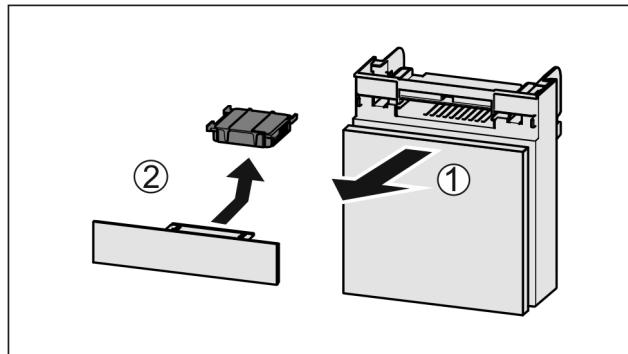

Fig. 114
- Издърпайте Fig. 114 (1) напред отделението.
- Извадете Fig. 114 (2) филтъра с активен въглен.